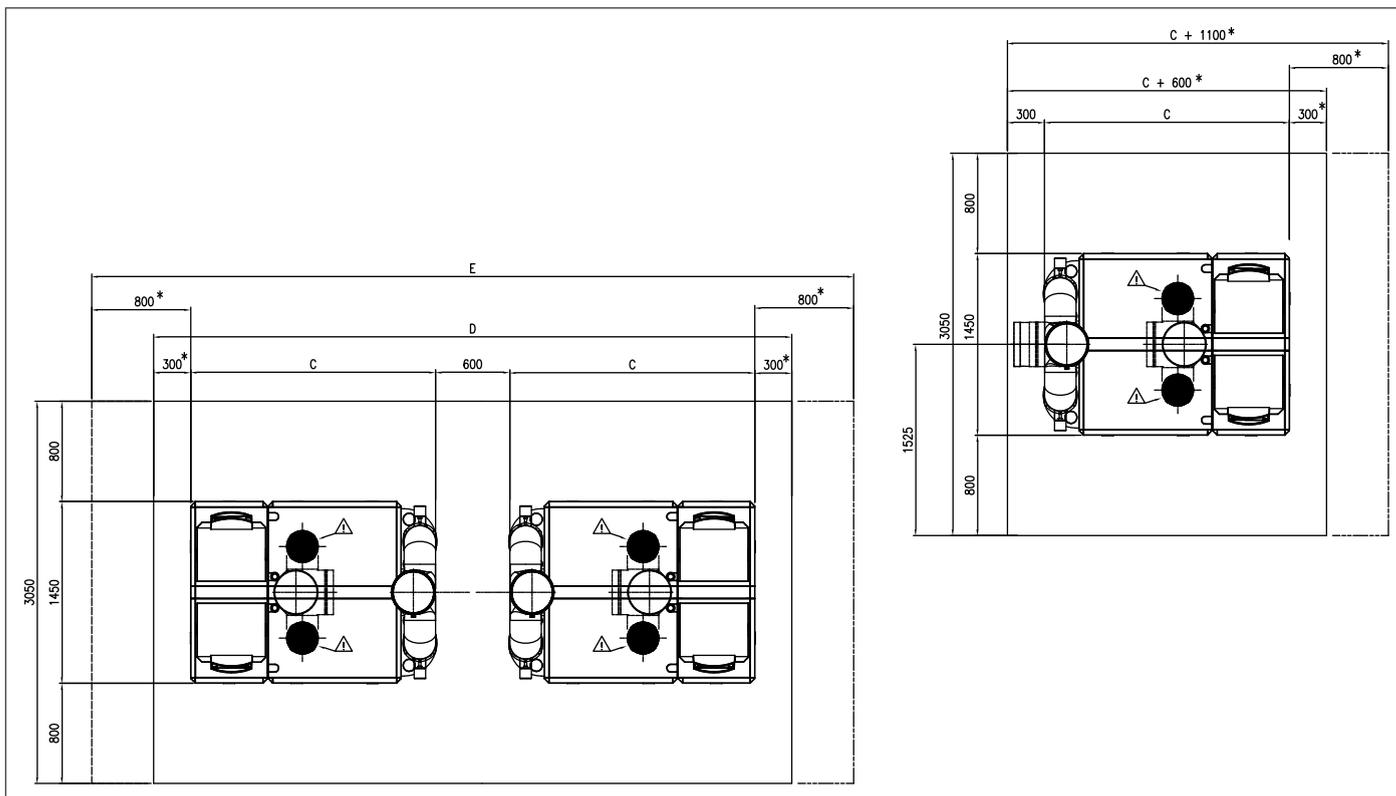

Fig. 07 Possibili disposizioni Gas 610 ECO
* Spazio libero 800 mm, se il pannello di controllo è posto sul lato corto (Fig. 07)